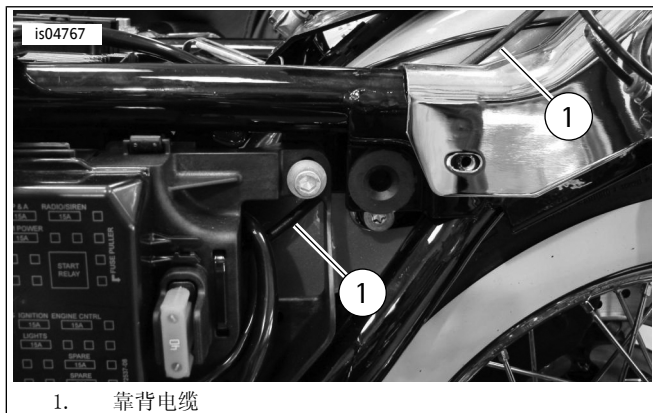

图10。靠背电缆布设
15. 参见图10。继续在电池舱和保险丝/电气盒之间布设电缆（1）。可能需要松开电气盒，以便车架和电气盒之间可以容下电缆。继续将电缆（1）从电气盒后部向上布设，到车架和后挡板之间的地方，最终到达后挡板顶部及靠背托架。
16. 参见图10。完成在电池舱和保险丝/电气盒之间布设电缆（1）。可能需要松开电气盒，以便车架和电气盒之间可以容下电缆。继续将电缆（1）从电气盒后部向上布设，到车架和后挡板之间的地方，最终到达后挡板顶部及靠背托架。